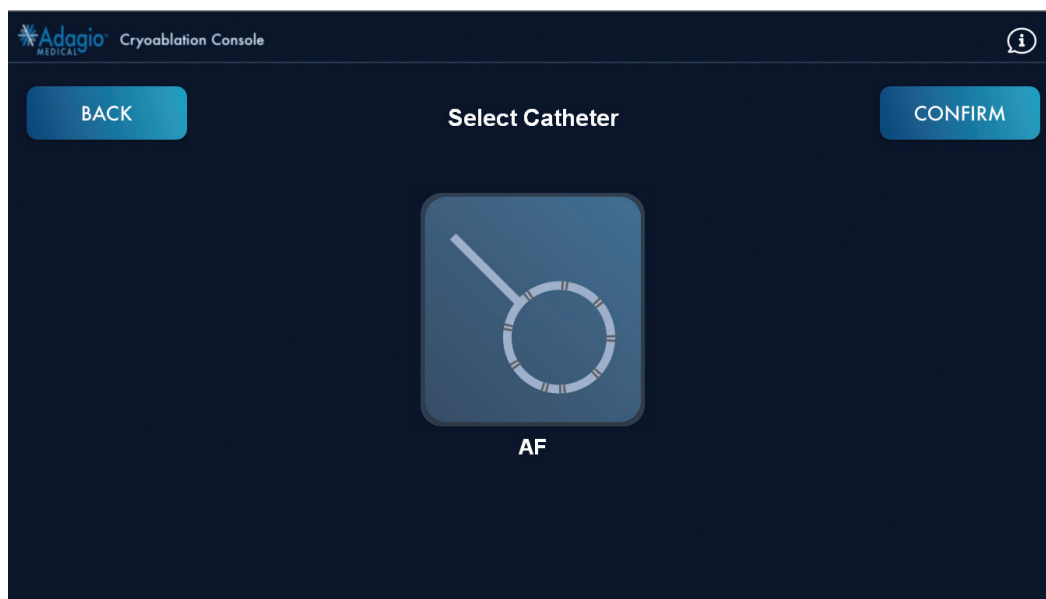

Abbildung 29 – Bildschirmanzeige: Katheterauswahl
- Den beim Verfahren zu verwendenden Katheter auswählen, wie in Abbildung 29 gezeigt.